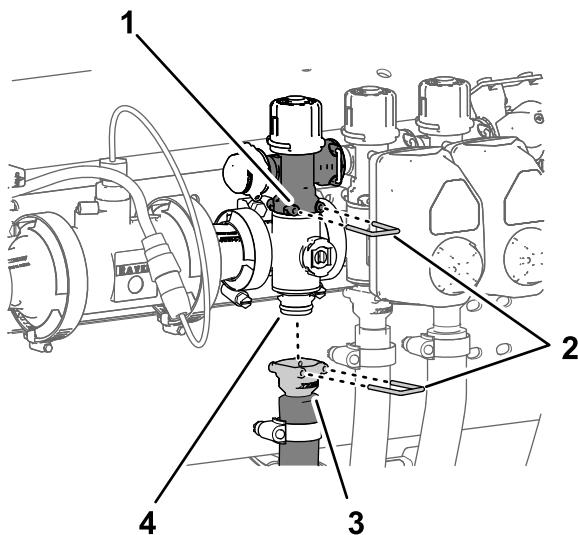

図 125
1. ブームバイパスバルブ用のクイックコネクトカップラをブームマニホールドバルブに固定しているクイックコネクトピンを外す 図 125。
ネクトピンを外す 図 125。